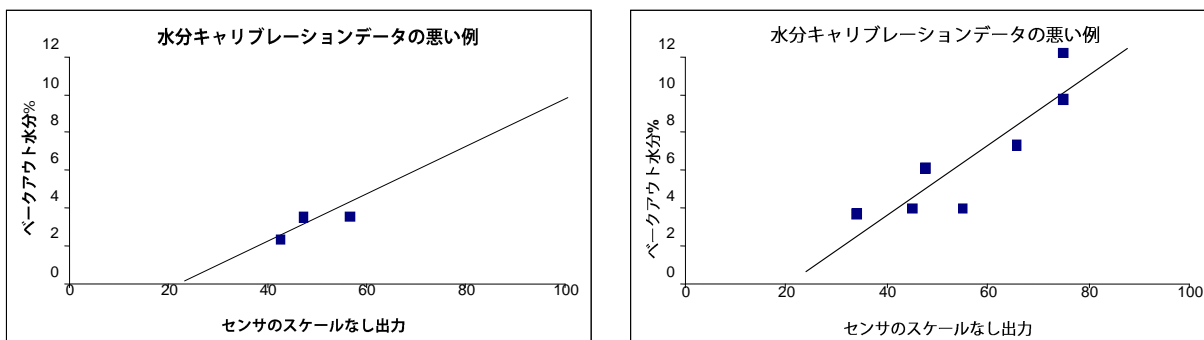

図 19: 悪い材料キャリブレーション点の例
- ほぼ同じ含水率のサンプル群を取得している（図 19 の左）。広い範囲のサンプルを取る必要があります。
- 図 19（右）のキャリブレーショングラフのように、読み取り値に大きな開きがある。信頼性や一貫性がない方法でオープン乾燥用のサンプルを採取したか、センサの位置が悪く、センサの上を十分な量の材料が流れていなかったと考えられます。